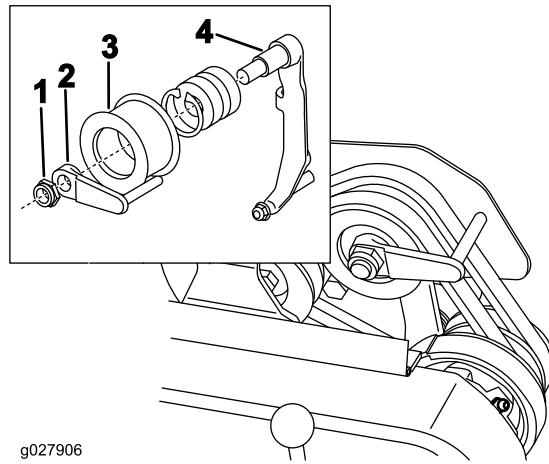

Figura 41
8. Per spingete o tirate la macchina più agevolmente senza avviare il motore, regolate il guidacinghia (Figura 41, inserto) come segue.